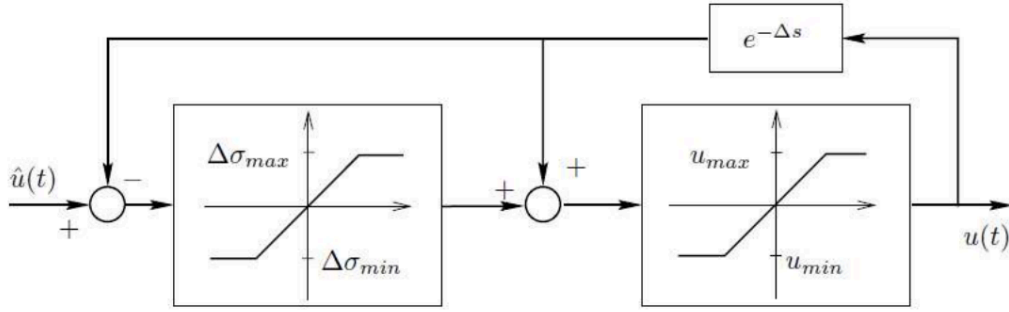
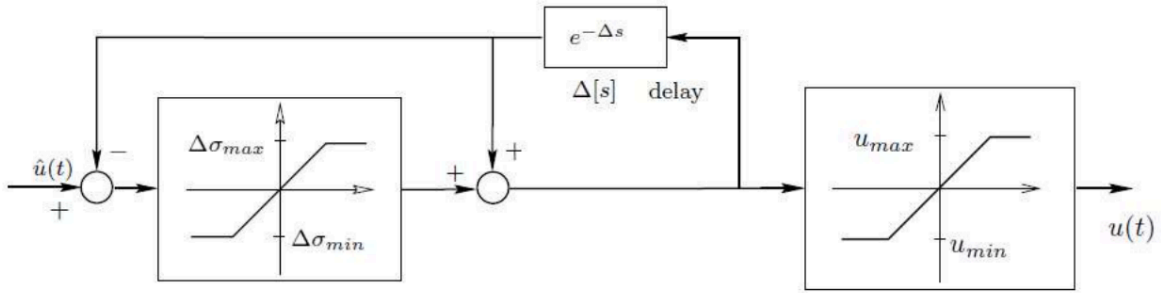

图 1
图 2
1. 在研究带有约束的执行机构时，可以使用图 1 中的环节来描述同时具有幅值和转换速率约束的执行机构。这个图和图 2 中的环节是否有区别？能否用图 2 中的环节来描述同时具有幅值和转换速率约束的执行机构？
不妨将转换速率约束函数、幅值约束函数分别记为  $f_1, f_2$ ，容易给出图1中：
类似可以给出图2中：
第一个表达式基于实际的过去控制信号进行调整，考虑了实际执行过程中的累积效果，而第二个表达式则基于理想控制信号的历史值进行调整，不直接考虑实际执行过程中可能产生的偏差，因此使用图1描述同时具有幅值和转换速率约束的执行机构更合理。